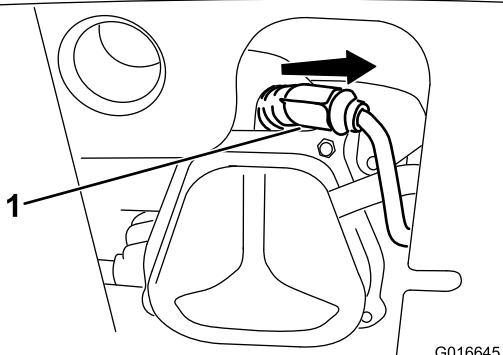

Figure 36
1. Enlevez le capuchon (Figure 36).